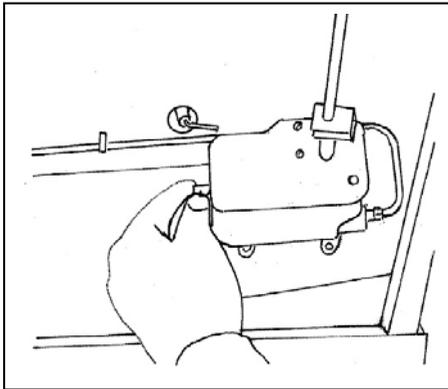

Bild 5
Erkennbar wird das durch ein Abreißen der Flamme bei Kleinstellung bzw. dadurch, dass bei einer Wiederinbetriebnahme das Öl nur sehr zögernd oder überhaupt nicht mehr in den Brenntopf einläuft. In solchen Fällen ist die Reinigungs-nadel (13) bei gleichzeitiger Hin- und Herbewegung in den Öleinlaufstutzen einzudrücken. Die Nadel wird hiernach wieder bis auf Anschlag zurückgezogen (Bild 5). In der Regel wird damit eine Reinigung wie nachfolgend beschrieben während einer Heizperiode vermeidbar sein.